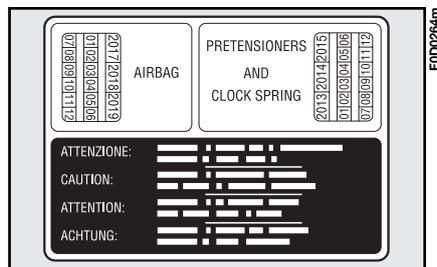

fig. 17
*Le prétensionneur ne peut être utilisé qu'une seule fois. Après qu'il a été activé, s'adresser au Réseau Après-vente Fiat pour le faire remplacer. Pour connaître la validité du dispositif voir la plaque placée sur le montant de la porte gauche zone glissières (fig. 17) l'approche de la date d'échéance, s'adresser au Réseau Après-vente Fiat pour effectuer le remplacement du dispositif.*